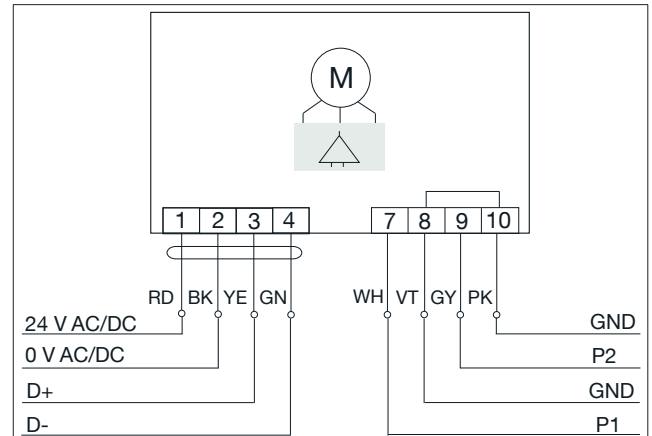

Abb. 4: Anschlussschema
- Schließen Sie die Datenleitungen für den Modbus und gegebenenfalls die Leitungen für die universellen Eingänge entsprechend der Belegung in Abb. 4 auf Seite 11 an.
- Schließen Sie die Leitungen für die Spannungsversorgung entsprechend der Belegung in Abb. 4 auf Seite 11 an.